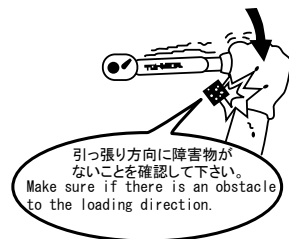

図3 Fig.3
- 狭い所での締付け作業では手やひじに注意して下さい。(図3)